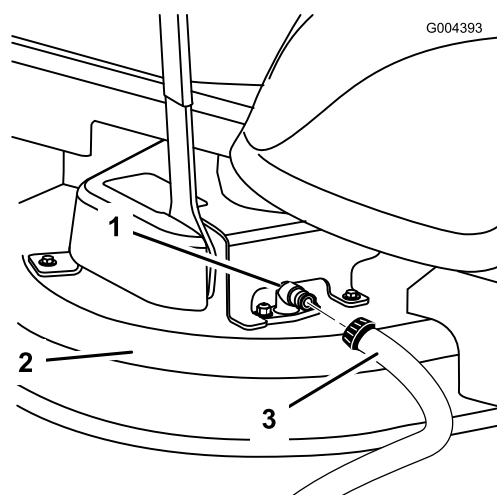

Figure 59
- Raccordez le flexible à l'embout de lavage du carter de tondeuse et ouvrez l'eau en grand (Figure 59).